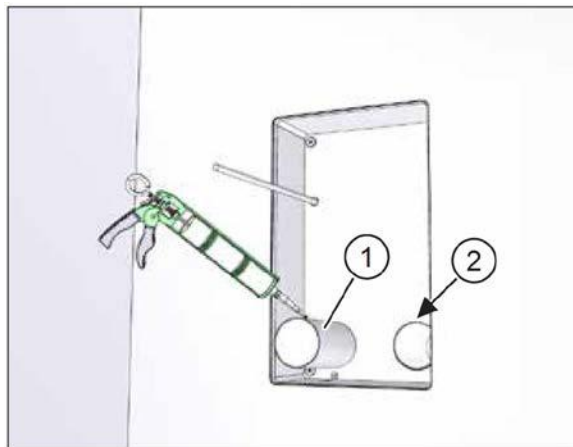

Рис. 30: вставить и закрепить вентиляционные трубы
- ▶ Нанесите нетвердеющий герметик на внешнее покрытие вентиляционных труб (поз. 1 на рис. 30).
- ▶ Вращательными движениями вкрутите обе вентиляционные трубы в отверстия монтажного комплекта настолько, чтобы они были вровень с внутренней стороной монтажного комплекта (поз. 2 на рис. 30).